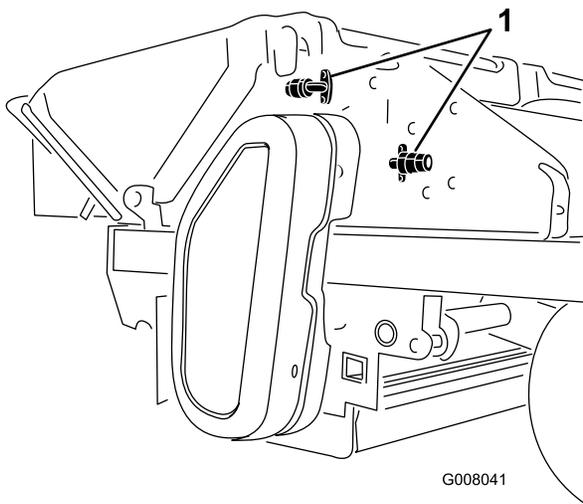

Figura 36
1. Cuando se haya completado la operación, utilice los conectores de lavado (Figura 36) o pulverice agua sobre la zona de la picadora.